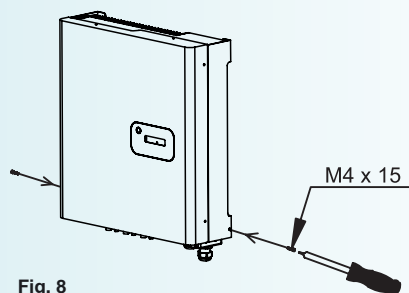

Fig. 8
- Fissare le 2 viti di sicurezza negli appositi fori laterali di cui è provvisto l'apparecchio (Fig. 8).